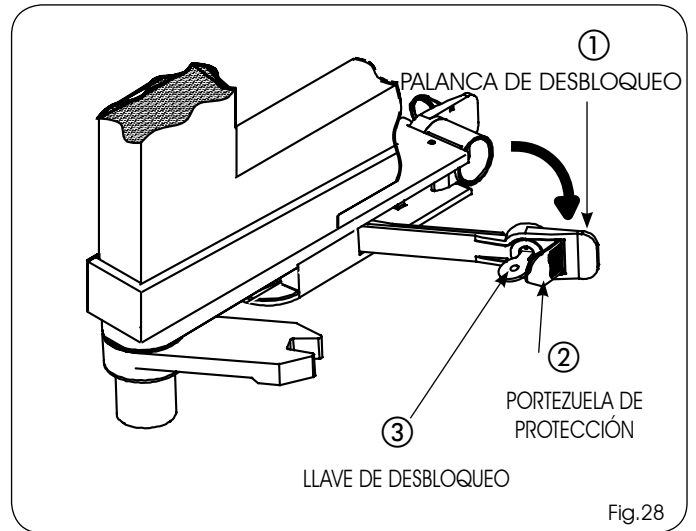

Fig.28
- 1) Abra la portezuela de protección (Fig.28 ref. ②).
- 2) Introduzca la llave de desbloqueo en la cerradura (Fig.28 ref. ③) y gírela en sentido horario hasta el tope.
- 3) Tire de la palanca de desbloqueo hacia sí mismo (Fig.28 ref. ①).
- 2) Introduzca la llave de desbloqueo en la cerradura (Fig.28 ref. ③), gírela en sentido contrario hasta el tope y extráigala.